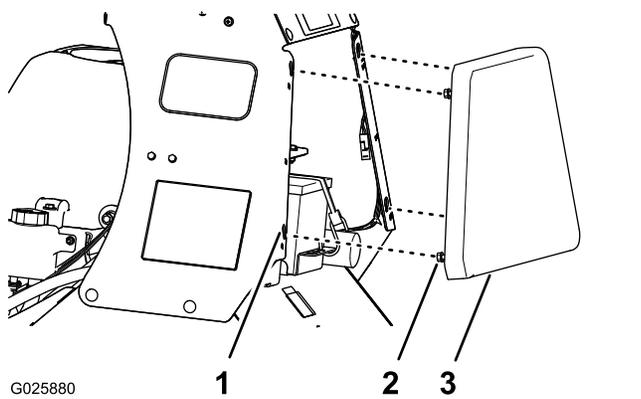

Figura 30
1. Afloje los 4 pernos con arandela prensada que sujetan el teclado en los paneles derecho e izquierdo de la consola (Figura 30).
2. Levante el panel acolchado de la consola (Figura 30) unos 13 mm (½").
3. Tire del teclado de la consola hacia atrás en línea recta y retire el teclado de la máquina (Figura 30).
1. Alinee los 4 pernos con arandela prensada en la cara hacia adelante del teclado de la consola con las 4 ranuras en forma de bocallave del bastidor de la consola (Figura 30).
2. Mueva el teclado hacia adelante hasta que el teclado quede a nivel con el bastidor de la consola (Figura 30).
3. Mueva el teclado hacia abajo hasta que los pernos con arandela prensada queden asentados en las ranuras en forma de bocallave (Figura 30).